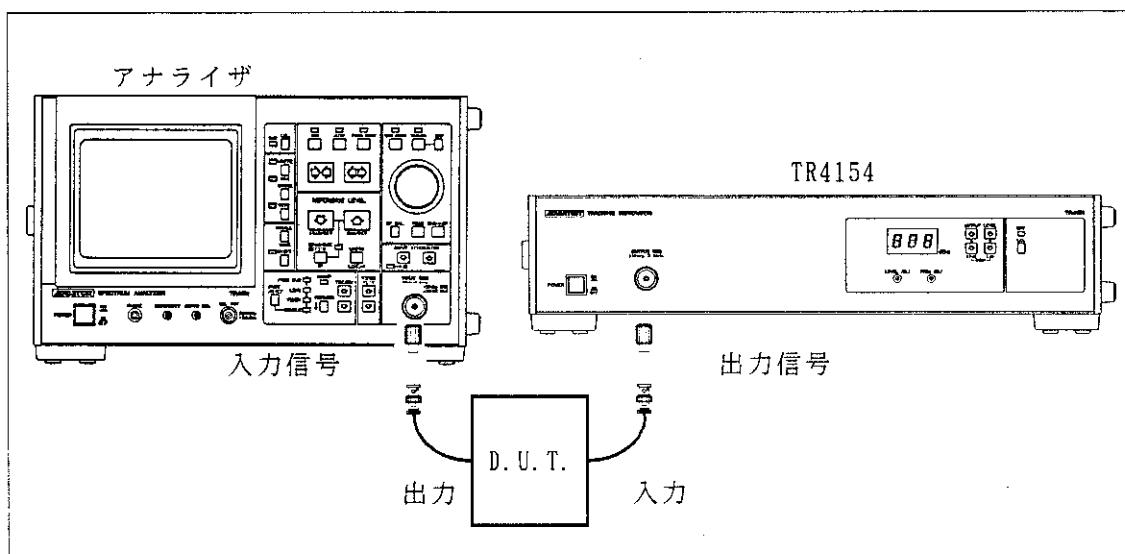
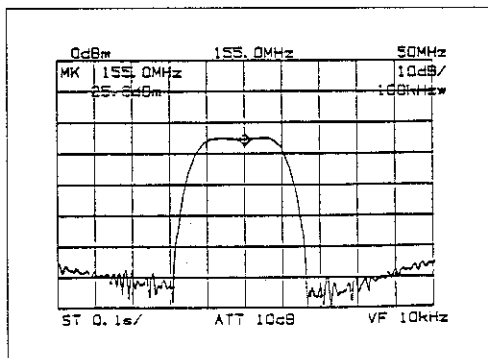

図 2-6 TR4154からスペクトラム・アナライザへD. U. T. を介して入力
図 2-7 周波数特性直視(3)
D. U. T. の入力に本器の出力信号を印加し、デバイスの出力をアナライザ本体の入力信号に印加します (図 2-6)。〔図 2-7〕のように周波数特性が直視できます。